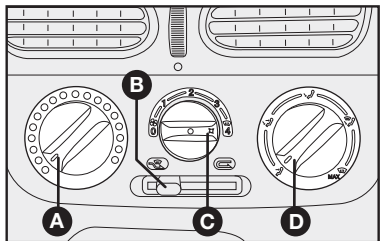

fig. 28
COMANDOS fig. 28
1) Mando para la temperatura del aire **A-fig. 28** totalmente posicionado a la izquierda.
2) Cursor del ventilador **C-fig. 28:** posicionado en la velocidad máxima.
3) Mando para la distribución del aire **D-fig. 28** indicador en , para controlar que todas las salidas de aire estén abiertas.
4) Conecte el aire acondicionado presionando el selector **C-fig. 28**.
1) Acondicionador de aire conectado **C-fig. 28**.